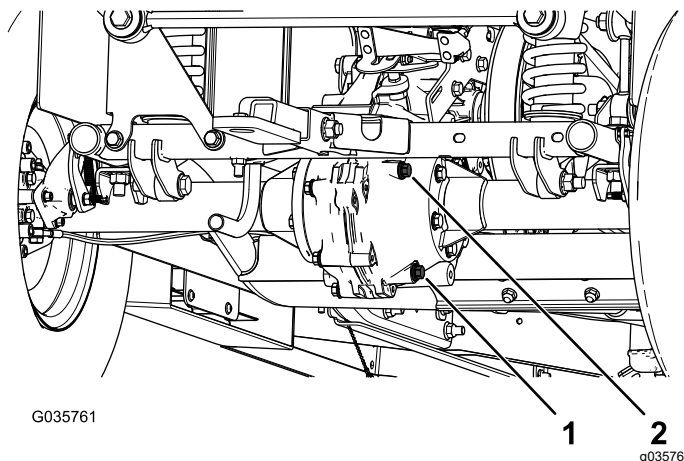

Рисунок 59
4. Снимите пробку заливного отверстия в коробке передач (Рисунок 59).
5. Если уровень жидкости низкий, снимите пробку заливного отверстия и доливайте жидкость указанного типа до тех пор, пока она не начнет вытекать из отверстия (Рисунок 59).
1. Подставьте под пробку сливного отверстия сливной поддон (Рисунок 59).
2. Снимите пробку заливного отверстия и уплотнение (Рисунок 59).
3. Снимите пробку сливного отверстия и уплотнение и дайте рабочей жидкости полностью стечь (Рисунок 59).